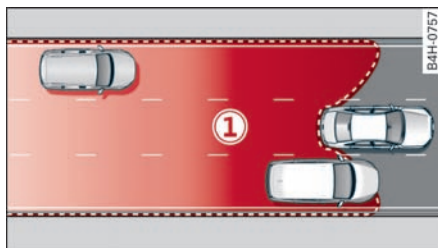
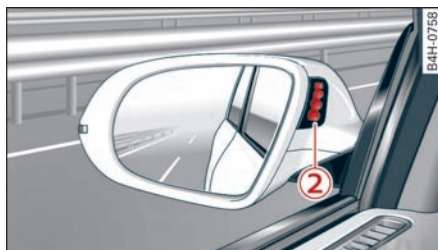

图 140 传感器的探测范围
图 141 车外后视镜上的显示
侧向辅助系统通过监控车后的盲角和交通状况为您提供支持。在系统限制范围内，它对探测范围① ⇨ 图 140 内驶近的或并行的汽车发出警告：如果某次换道被划入危险级，则车外后视镜中的显示② 亮起 ⇨ 图 141。